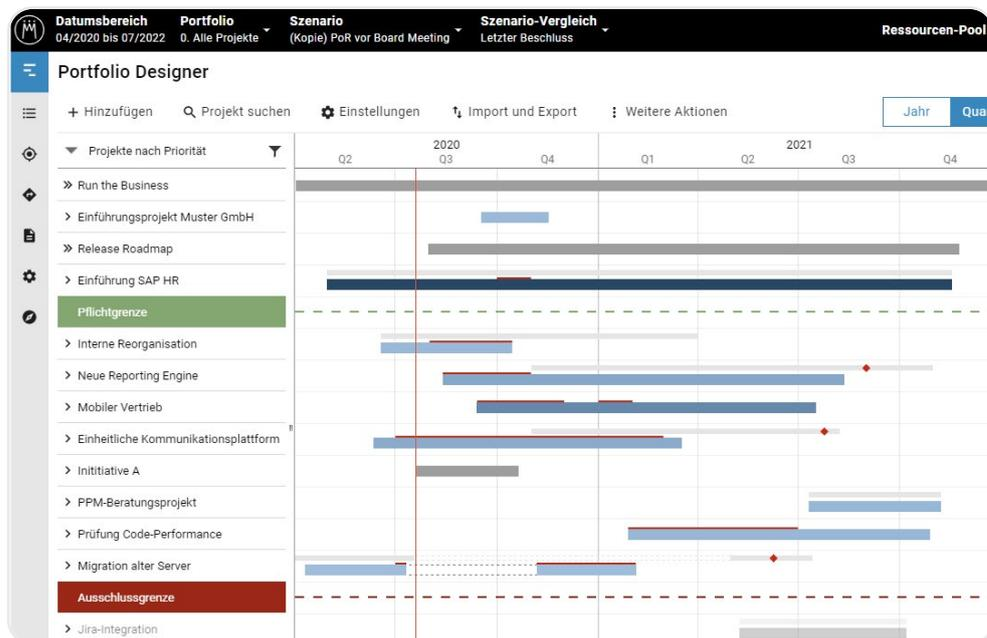

Abbildung 11: Zu Beginn des Portfolio-Board-Meetings werden Unterschiede zwischen letztem Beschluss und aktuellem Stand beleuchtet.
Schritt 2: Öffnen Sie im Szenario-Manager einen Szenario-Vergleich zwischen diesem Szenario und dem Szenario „Letzter Beschluss“, wodurch im Gantt-Bereich von Meisterplan Veränderungen z.B. an der Projektdauer visualisiert werden (siehe Abbildung 11).